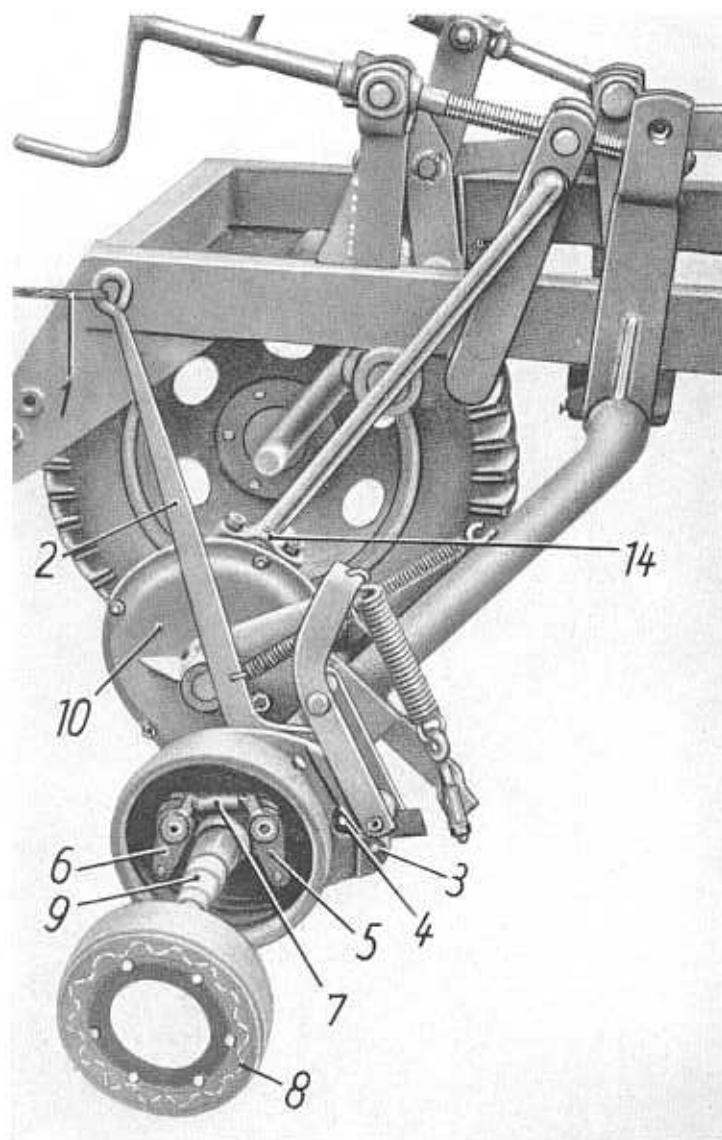

Abb. 8 Landradachse mit Zweiklinkenautomat ohne Landrad mit Kupplungsglocke beim Ausrücken
Der Anhäng-Beetpflug B 189 wird mechanisch durch den Zweiklinken-Kapselautomat mit Untersetzungsgetriebe ausgehoben (Abb. 8). Dieser Automat arbeitet mit zwei Klinkhebeln. Der Klinkhebel (5) bewirkt das Ausheben; der Klinkhebel (6) verhindert das Durchfallen des Pfluges beim Einsetzen; er führt ihn zwangsläufig in den Boden. In Verbindung mit der Tellerscheibe (3) besitzt der Pflug eine Rückfallsicherung, die beim Stillstand des Gerätes trotz Betätigung des Druckhebels (2) ein Durchfallen des Pfluges unmöglich macht.
Durch mangelnde Federspannung der Feder (7), verschlissene Kupplungsrollen der Klinkhebel (5 und 6) oder durch Schäden an den Klinkhebeln bzw. an anderen Automatenanteilen können die Kupplungsrollen nicht ordnungsgemäß in die Vertiefungen der Kupplungsglocke (8) einrasten (Abb. 8).